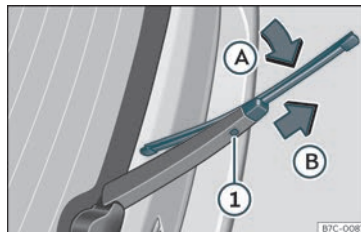

Fig. 39 Cambio da goma da fiestra traseira.
- Xire a goma lixeiramente»» **fig. 39** (frecha **A**).
- Manteña premida a tecla de desbloqueo ❶ puxando da goma no sentido da frecha **B**.
- Insira no brazo limpaparabrisas traseiro unha nova goma **da mesma lonxitude e tipo**, en sentido oposto a frecha **B** ata que se encaste a tecla ❶.